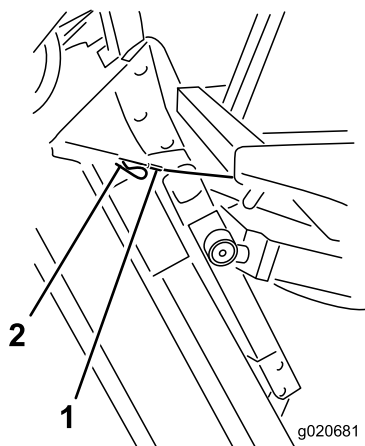

Рисунок 103
6. Удерживая дека газонокосилки в вертикальном положении, установите конец троса на штифт подъемного рычага деки газонокосилки и зафиксируйте его игольчатым шплинтом (Рисунок 103).